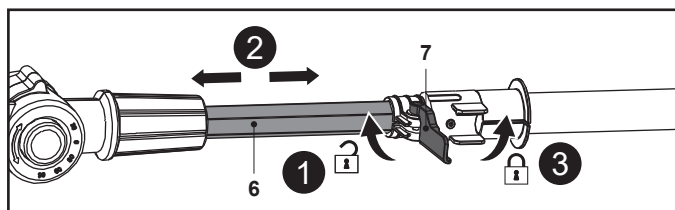

Fig. 10
1. Desserrer le levier de verrouillage (7) (Fig. 10, étape 1).
2. Régler à la longueur souhaitée en tirant ou en poussant la perche télescopique (6) (Fig. 10, étape 2).
3. Fixer la position de la perche télescopique (6) en resserrant le levier de verrouillage (7) à sa position d'origine (Fig. 10, étape 3).